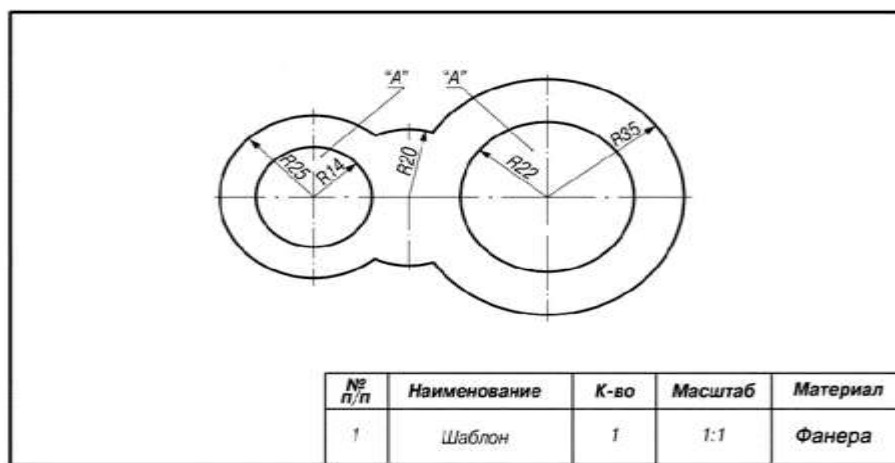

Рис. 1. Шаблон для игольниц
2. Предельные отклонения размеров готового изделия (Рис.1.) в соответствии с чертежом ± 1 мм.